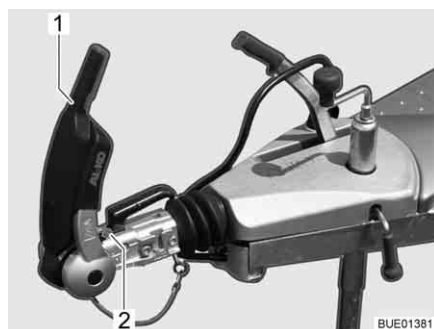

Bild 210 Indikering friktionsbelägg fram och bak
- Öppna stabiliseringshandtaget (Bild 210, 1).
Kontrollen sker med hjälp av indikeringen framför kopplingshandtaget (Bild 210,2).